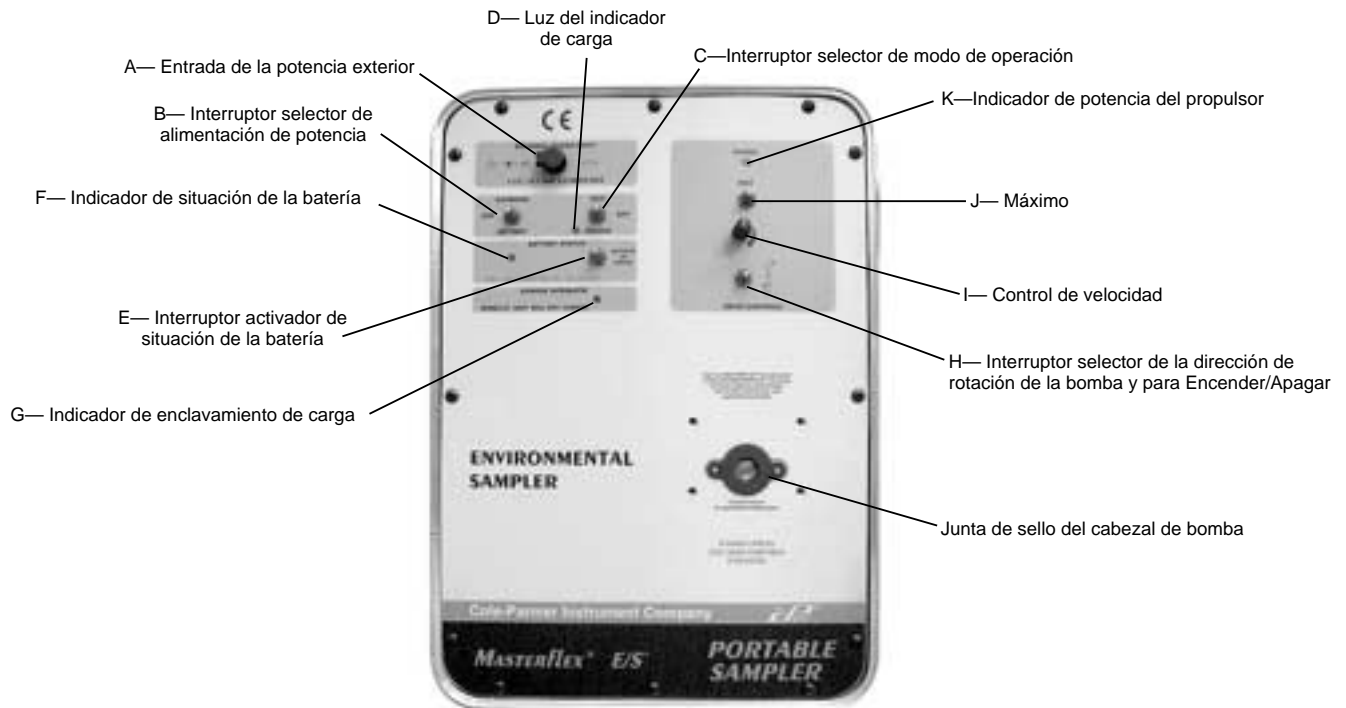

FIGURA 1 TABLERO DE CONTROL
- A. Conecte el convertidor de corriente CA/CC provisto al propulsor levantando la tapa del receptáculo de **ENTRADA DE POTENCIA EXTERIOR (A)** e introduciendo la clavija coaxial de corriente de 2,5 mm en el receptáculo. (Vea la Figura 1.)
- A. Ponga el interruptor selector de alimentación de potencia (B), (EXTERNAL/BATTERY) en la posición "BATTERY".
- B. Ponga el interruptor selector del modo de operación (C), (RUN/CHARGE) en la posición "RUN".
- C. Haga una selección en el Interruptor selector de dirección de rotación On/Off (H), DER o IZQ. (Vea la Figura 1.) (Para cambiar la dirección, primero desconecte la potencia poniendo este interruptor en la posición central [OFF]).
- D. Ajuste el caudal de la bomba con el Control de velocidad (I) de una vuelta, girando la perilla a la derecha para aumentar el caudal, o a la izquierda para reducirlo.
- E. Para "Cebear el tubo", mueva el Interruptor "MAX" (J), hacia arriba o hacia abajo, para que la bomba funcione a la máxima velocidad.
- B. Ponga el interruptor selector de modo de operación (C), (RUN/CHARGE) en la posición "RUN".
- A. Ponga el interruptor selector de alimentación de potencia (B), (EXTERNAL/BATTERY) en la posición "EXTERNAL".
- A. **Conecte el convertidor de corriente CA/CC provisto al propulsor** levantando la tapa del receptáculo **ENTRADA DE POTENCIA EXTERIOR (A)** e introduciendo la clavija coaxial de corriente de 2,5 mm en el receptáculo. (Vea la Figura 1.)
- B. **Conecte el convertidor/alimentador de corriente CA/CC a una alimentación de corriente alterna. Ponga el selector de alimentación de potencia interruptor (B), (EXTERNAL/BATTERY) en la posición “EXTERNAL”.**
- C. **Ponga el interruptor selector del modo de operación (C), (RUN/CHARGE) en la posición “RUN”.**
- D. **Haga una selección en el Interruptor selector de dirección de rotación On/Off (H), DER o IZQ.** (Vea la Figura 1.) (Para cambiar la dirección, primero desconecte la potencia poniendo este interruptor en la posición central [OFF]).
- E. **Ajuste el caudal de la bomba con el Control de velocidad (I) de una vuelta, girando la perilla a la derecha para aumentar el caudal, o a la izquierda para reducirlo.**
- F. **Para “Cebear el tubo”, mueva el Interruptor “MAX” (J), hacia arriba o hacia abajo y sujételo en esa posición, para que la bomba funcione a la máxima velocidad.**